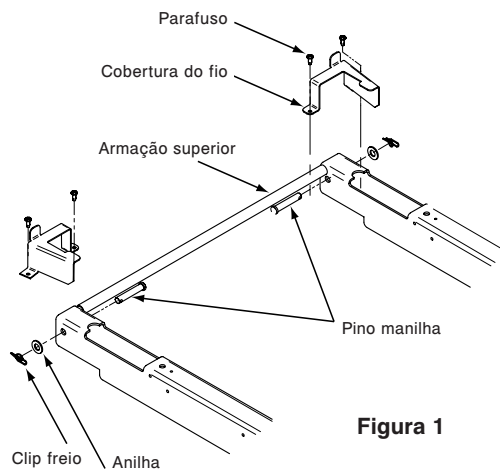

Figura 1
4. Com uma chave de parafusos Phillips, retire os dois parafusos que fixam a cobertura do fio à armação da cabeceira (Figura 1).